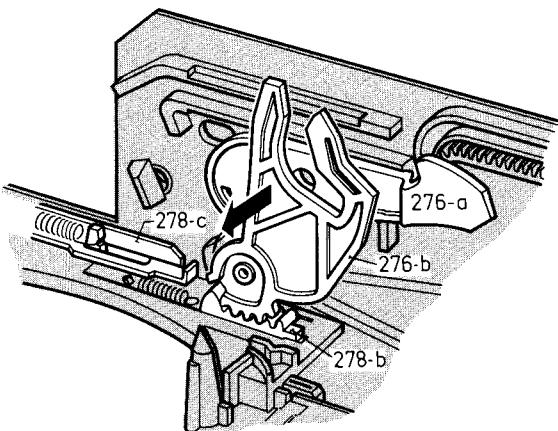

Bild 1-23
- Einfäderring nach links verdrehen, bis der Steuerhebel Pos. 278 nach hinten geschoben werden kann. Steuerhebel so stellen, dass sich der Lifthebel in der senkrechten Stellung befindet. Die Lifthebel Pos. 276b und 276a lassen sich nun nach links entfernen. (Bild 1-23).